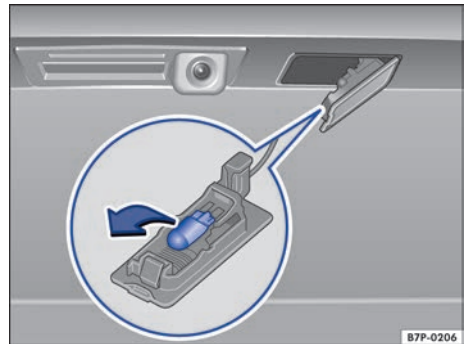

Fig. 251 En el portón del maletero: luz de matrícula.
4. Extraiga la lámpara averiada en el sentido de la flecha y sustitúyala por otra nueva del mismo tipo → fig. 251.